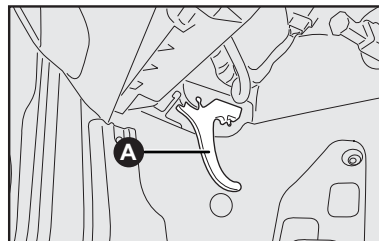

fig. 98
- 1) Tire de la palanca **A-fig. 98**;